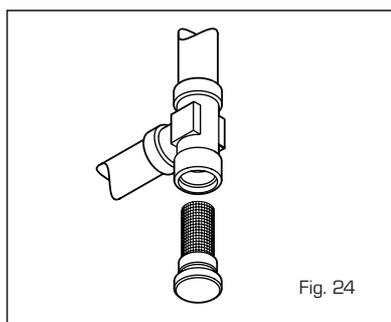

Fig. 24
4.6.2 Limpieza "Aqua Guard Filter System" (fig. 24)